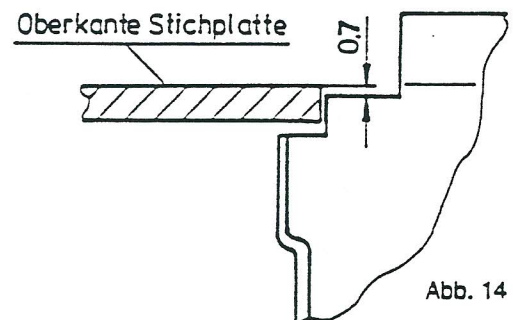

Abb. 14
- Nach dem Anheften der Scharniere das Blech 2 ca. 0,7 mm tiefer zur Stichplattenoberkante stellen und Schrauben festdrehen. (Abb. 14)